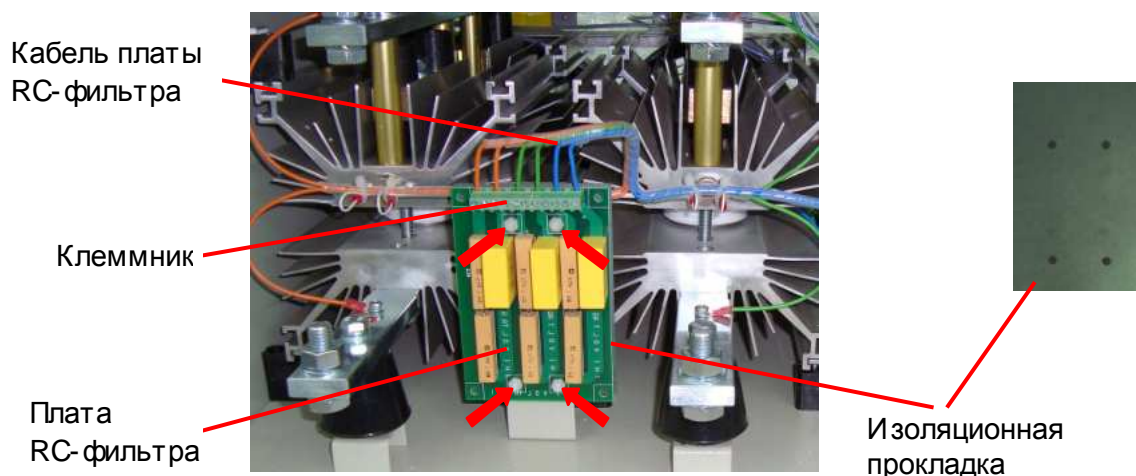

Рис. 7.21
7.8.1. Расположить плату RC-фильтра их как указано на рис. 7.21, предварительно проложив под нее изоляционную прокладку.
7.8.2. Зафиксировать плату RC-фильтра четырьмя пластмассовыми гайками (рис. 7.21, красные стрелки).
7.8.3. Завести провода кабеля в клеммник согласно рис. 7.21 и затянуть винты клеммника.